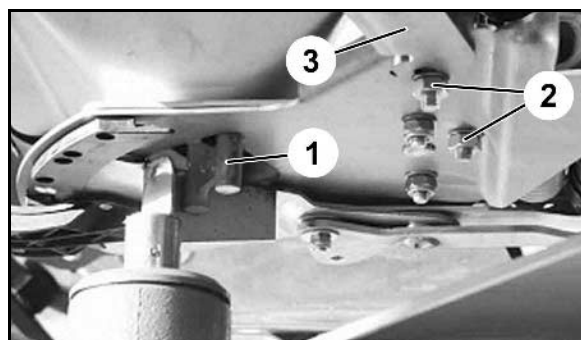

Рис. 9
1. Ослабьте крепежные болты (Рис. 9/2) консоли серводвигателя (Рис. 9/3).
2. Вставьте калибр (Рис. 9/1) в пропускное отверстие.
3. Поверните консоль серводвигателя (Рис. 9/3) относительно калибра и снова затяните крепежные болты (Рис. 9/2).